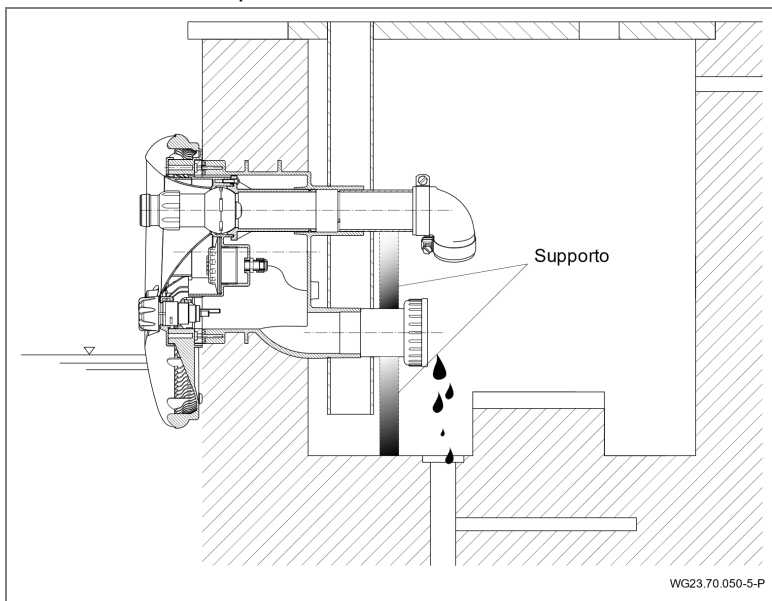

Fig. 28
3. Scaricare il tubo die aspirazione e die mandata poggiando su un sogestno. Vedere "Fig. 28" a pagina 46.